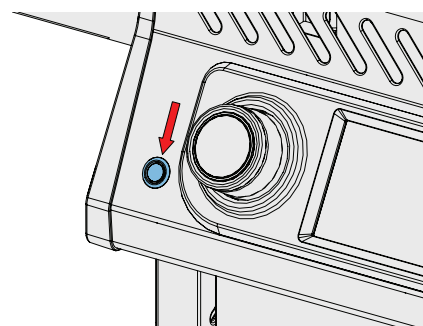

Fig. 5
- Certifique-se de que seu aparelho esteja ligado. (Fig. 5)